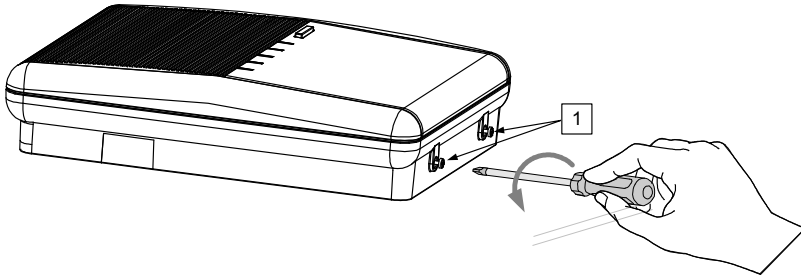

Figure 1 : Vis du support de fixation
2. Libérez le support de fixation et les vis imperdables de verrouillage (1, Figure 1) se trouvant au bas de l'unité, en tournant les vis dans le sens inverse des aiguilles d'une montre.